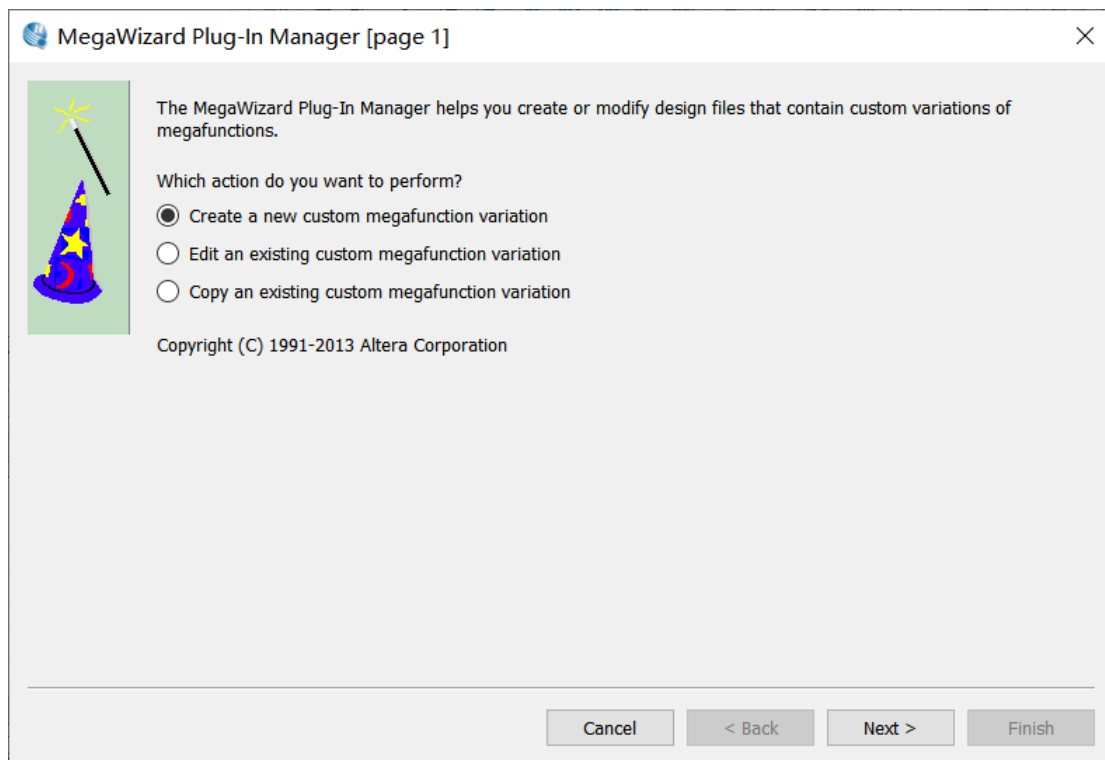

图 16-4
2、在下面界面中保持默认，直接 Next 即可，如图 16-4 所示。